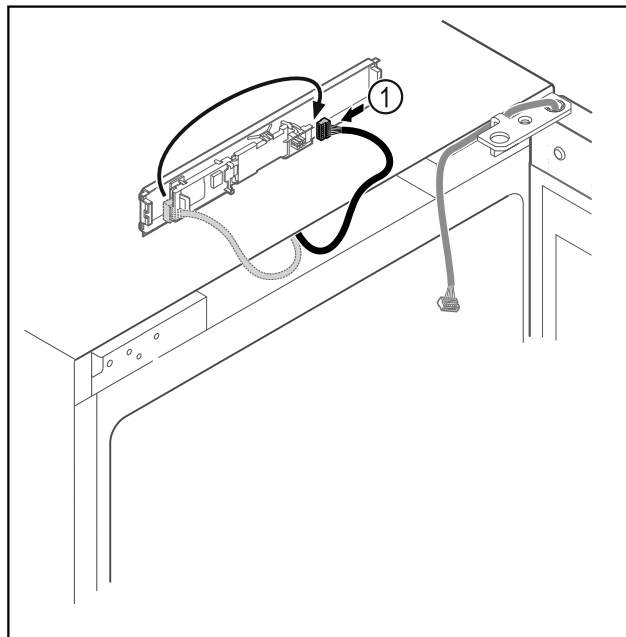

Fig. 13
- Flyt stikket Fig. 13 (1) på printkortet.